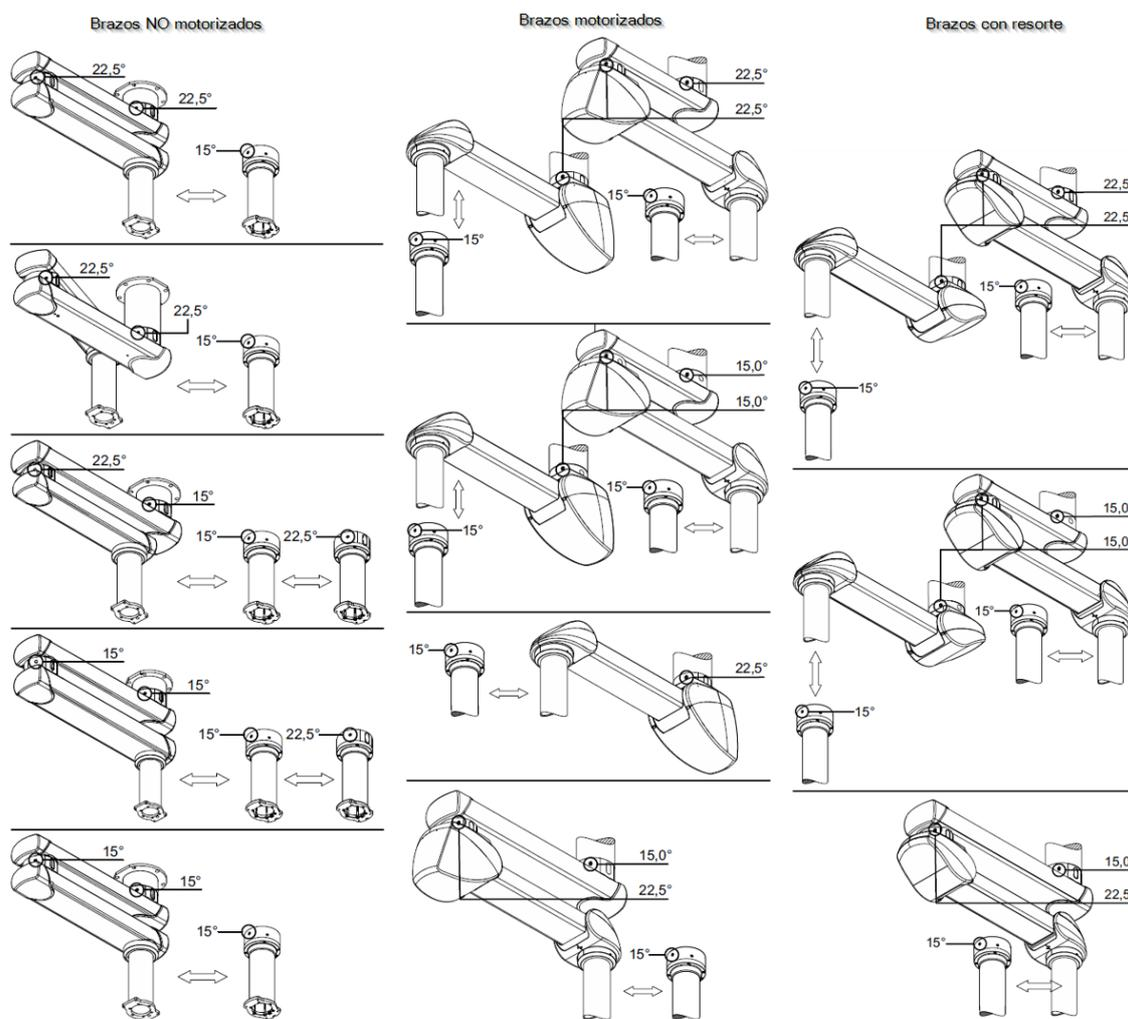

Fig.8 Ajuste de los topes giratorios
- Para las versiones con brazo doble y con rodamiento de fricción entre ambos se recomienda montar 2 topes de bola (3) (véase Fig.8). La representación detallada ilustra el cojinete intermedio (11) (sin anillo externo) y la posición del tornillo de tope (1) en los topes de bola (3).